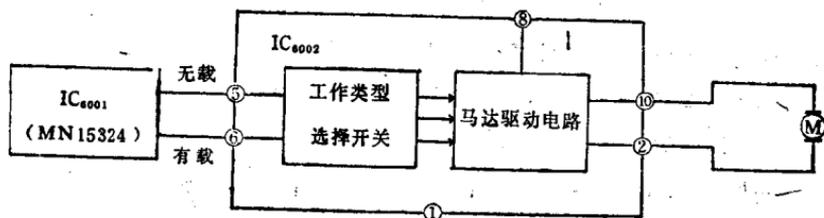

图1-2 NV-370带盒驱动电路
例4 磁带不能自动进入带仓。用手推入，放像等功能正常，但当按出带键时，磁带又不能自动出来。打开上盖，将磁带推入带仓，测量装带电机两端无工作电压，从而不能自动装带。该电压是由IC₆₀₀₁(MN15324)输出装带指令由IC₆₀₀₂(BA6209)输出的。如果IC₆₀₀₁、IC₆₀₀₂损坏均可造成无电机驱动电压。IC₆₀₀₁的⑥脚电压是否变化决定了装带指令是否输出，正常装带时该脚电压应由0V上升为3V。实际测量该电压正常，由此估计IC₆₀₀₂集成电路损坏了。焊下集成电路测其⑥脚和⑩脚之间的正反向电阻均为20kΩ左右。正常情况应为正向22kΩ、反向1MΩ左右。这样可肯定是BA6209内部损坏。BA6209为装带电机驱动电路。当磁带盒插入录像机带仓后，它接到IC₆₀₀₁发出的装带指令，向装带电机正端供电，带盒即随带仓下降到位。当按动出盒键后，它又接到IC₆₀₀₁的卸带指令，向装带电机负端供电，带盒便被送出带仓，其原理见图1-2。根据BA6209的工作特点，图1-2中当IC6002的⑤、⑥脚都为低电平时，电机M不转；当⑤脚为高电平，⑥脚为低电平时电机正转；当⑥